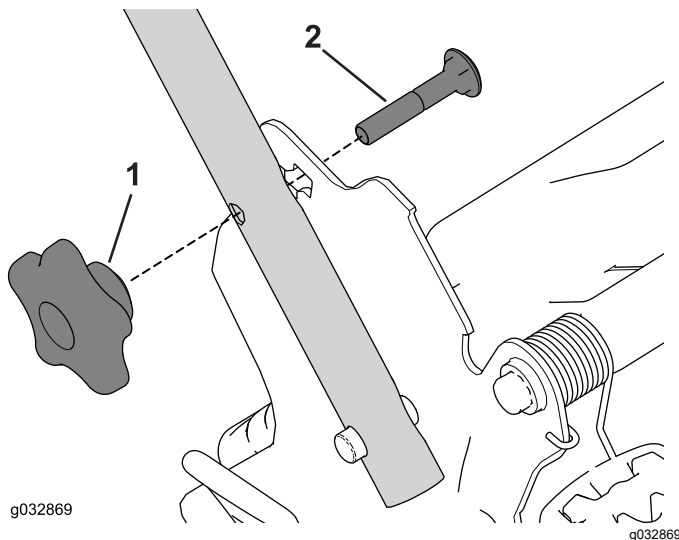

Bild 20
1. Entfernen Sie die 2 Griffhandräder sowie die 2 Schlossschrauben von den Handgriffhalterungen (Bild 20) und heben Sie sie auf.